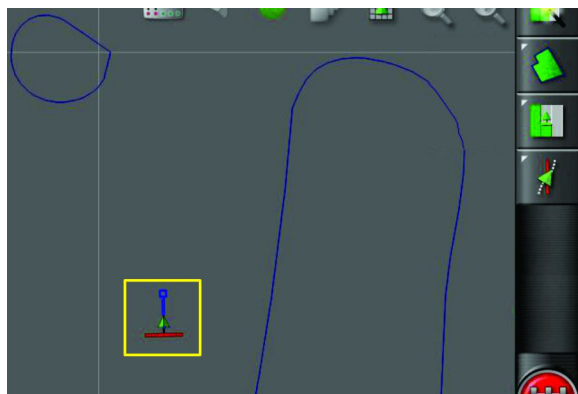

Figura 39
1. Guidate la macchina al campo attivo per l'area di lavoro (Figura 39).